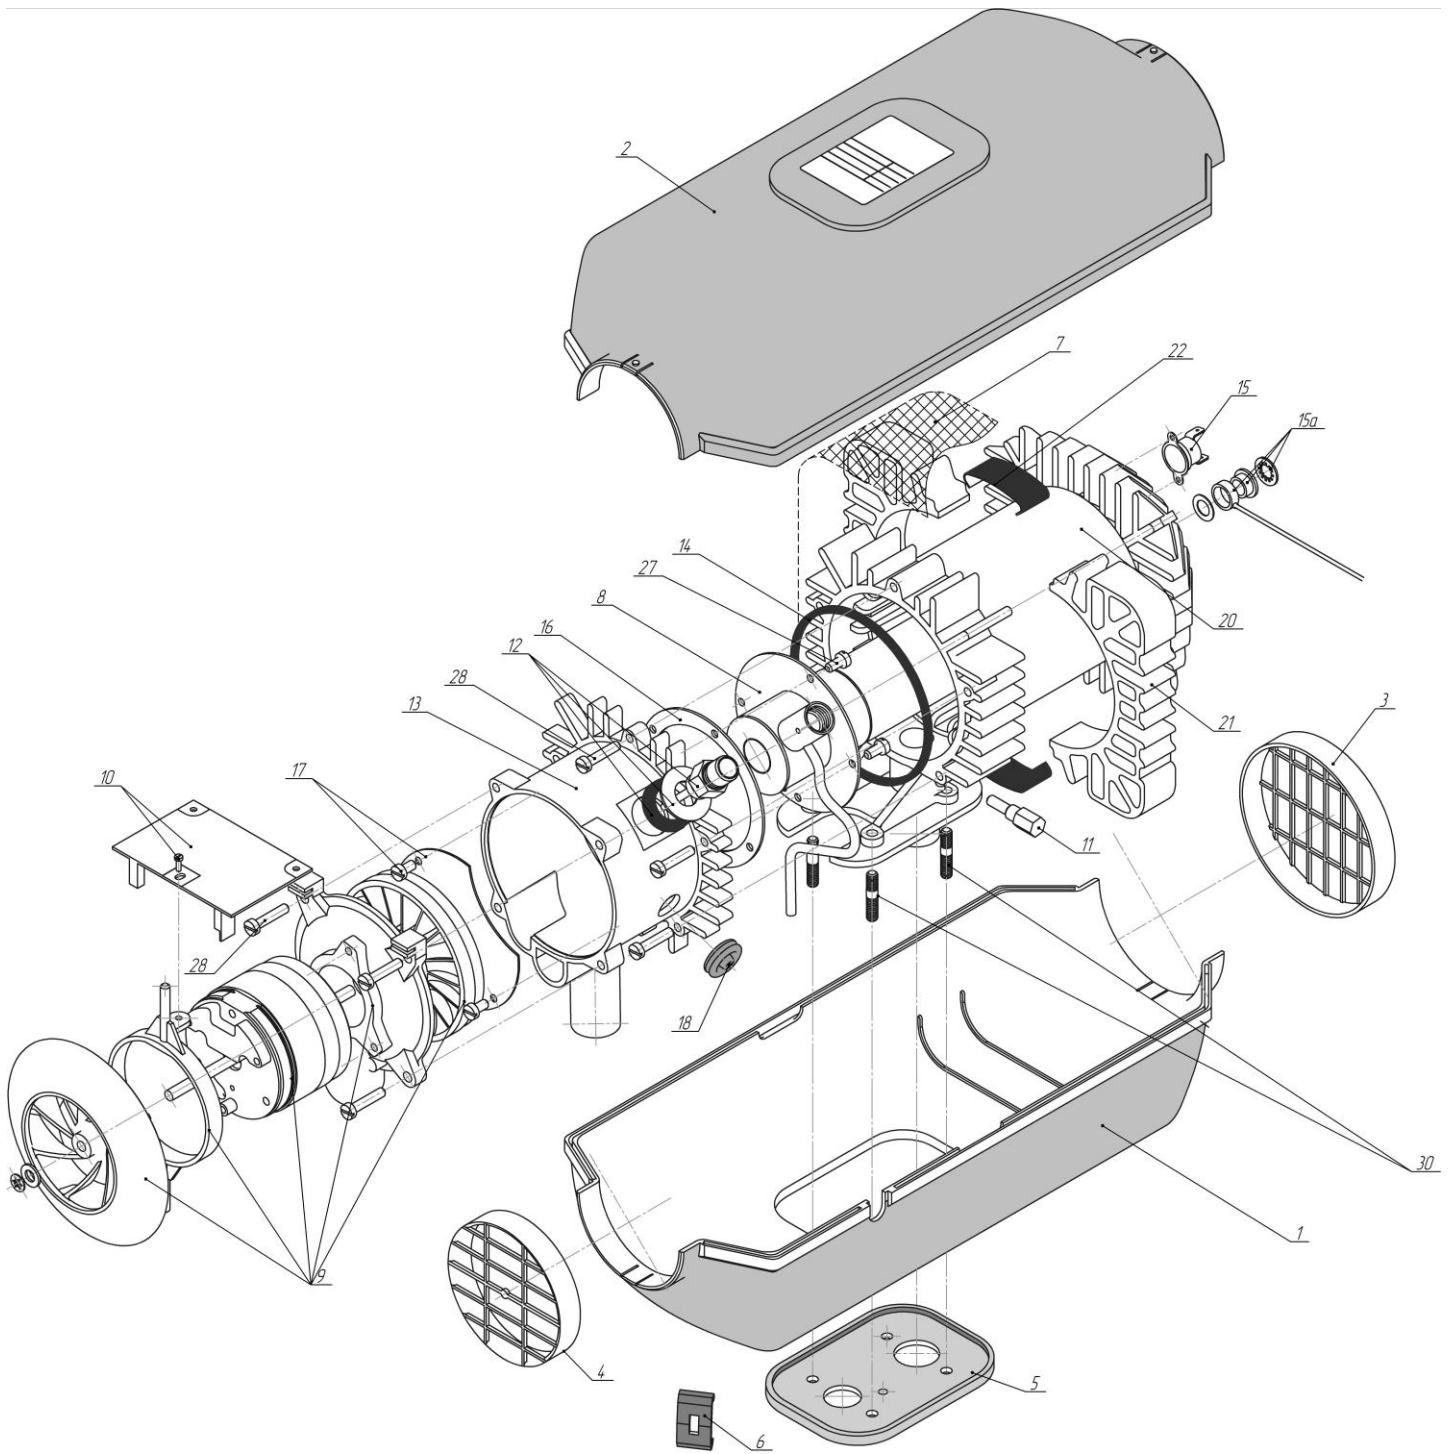

Рис.2- Схема деления нагревателя.
- 2) Состав **нагревателей** согласно схеме деления изделия, на составные части представлен на рис.2 и перечню деталей и сборок – таблица 2.